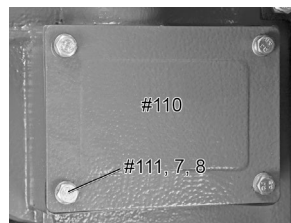

Fig. 30
2. Enlevez les quatre boulons (n° 111), rondelles à ressort (n° 7) et rondelles plates (n° 8). Enlevez le couvercle de la boîte d'engrenages (n° 110) et le joint d'étanchéité de boîte d'engrenages (n° 109) (fig. 30).